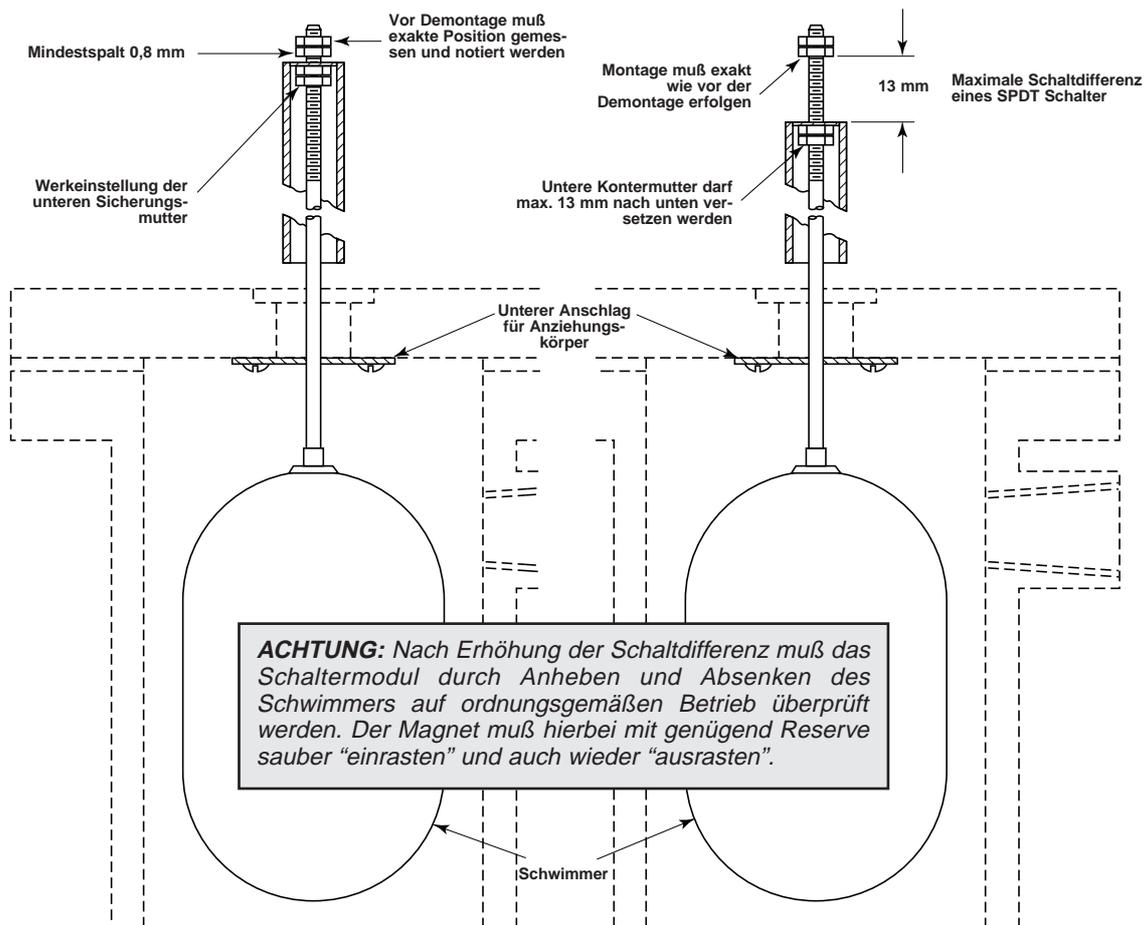

Abb. 5
Eine Verstellung der Schaltdifferenz ist nur dann zulässig, wenn danach noch ein ausreichend großer Schwimmerhub CL möglich ist. Zur Verstellung der Schaltdifferenz muß der Schwimmergrenzschalter zerlegt und das Schutzrohr (E-Tube) entfernt werden (Siehe hierzu Abb. 5 und 6). Danach ist je nach Bewegungsfreiheit der Schwimmerstange durch Verstellen der unteren Kontermutter, die den Anziehungskörper innerhalb des E-Tube auf dem senkrechten Schwimmerstange nach unten fixieren, die Schaltdifferenz (Schalthysterese) über den Mindestwert hinaus zusätzlich veränderbar. Diese zusätzliche Schalthysterese darf bis **max. 13 mm** gewählt werden, jedoch niemals geringer als **0,8 mm** sein.
6. Die Schaltdifferenz kann jetzt vor Ort bis max. 13 mm geändert werden (Siehe **Abb. 5**), darf jedoch niemals geringer als 0,8 mm sein (Siehe **Abb. 4**).